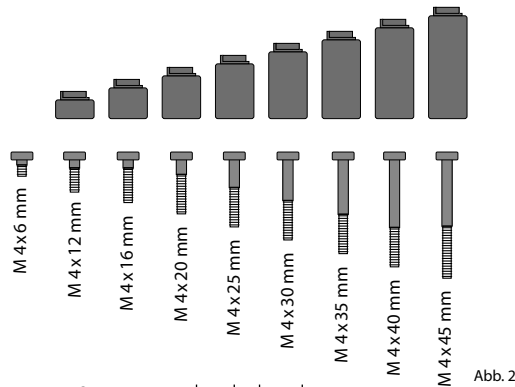

Abb. 2
- Das Grundmaß des Zylinders beträgt je Seite 30 mm. Im Auslieferungszustand hat der Zylinder auf der Außenseite die Grundmaßlänge von 30 mm, der Außenknauf ist bereits vormontiert. Dem Zylinder beigefügt ist ein Adaptersatz, der es Ihnen ermöglicht den Zylinder auf Türdicken bis 130 mm (67,5 / 62,5 / gemessen Mitte Stulpschraube) anzupassen. Passend zu den Adapterlängen liegen Ihrem Set die entsprechenden Schrauben bei (Abb. 2).